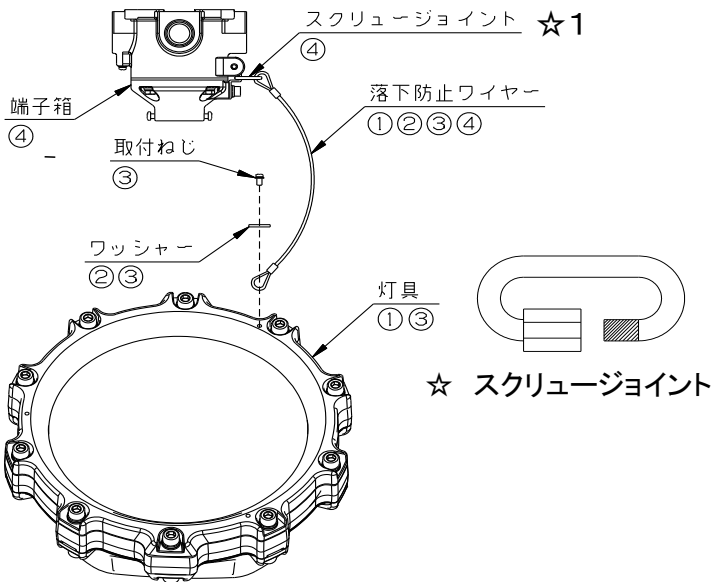

図1 LZIB直付形、パイプ吊形、ブラケット形
- ※ 蝶番金具については、別紙「取扱説明書」の図1をご参照ください。
- ⑤ スタンド形、ポールB形・C形の場合、器具の反対側の処理については、市販の吊バンド、ボルトクリップ等(納入外)を使用してポールに吊バンドを固定し、そこに落下防止ワイヤーを通して取付けてください。(推奨方法)